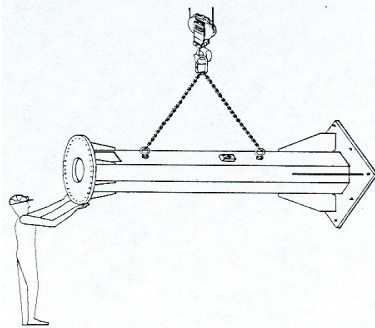

fig.8
- Realizar la toma con eslingas adecuadas en los puntos establecidos (fig.8) y manipular con mucha atención las partes de la grúa y sus accesorios, en la zona destinada para la descarga evitando oscilaciones, balanceos y desequilibrios peligrosos.